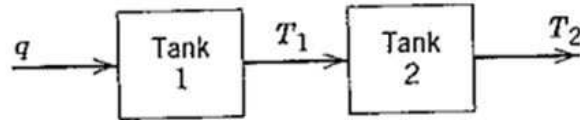

Figura 9: Sistema de dois tanques.
15. Um processo consiste de dois tanques agitados com entrada  $q$  e saídas  $T_1$  e  $T_2$  conforme Figura 9. Para testar a hipótese que a dinâmica em cada tanque é basicamente de 1ª ordem, foi realizado um degrau na entrada  $q$  de 82 para 85, as saídas são apresentadas na Figura 10. Ache a função de transferência  $\tilde{T}_1/\tilde{Q}$  e  $\tilde{T}_2/\tilde{T}_1$ . Assuma que eles são de 1ª ordem.